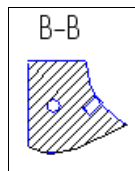

Рис. 20.15. Местный вид
- ◆ подведите "ловушку" мыши к замкнутой кривой (она станет красной) и щелкните ЛК. Система оставит на экране только часть детали в замкнутом контуре (рис. 20.15), которую вы выделили;